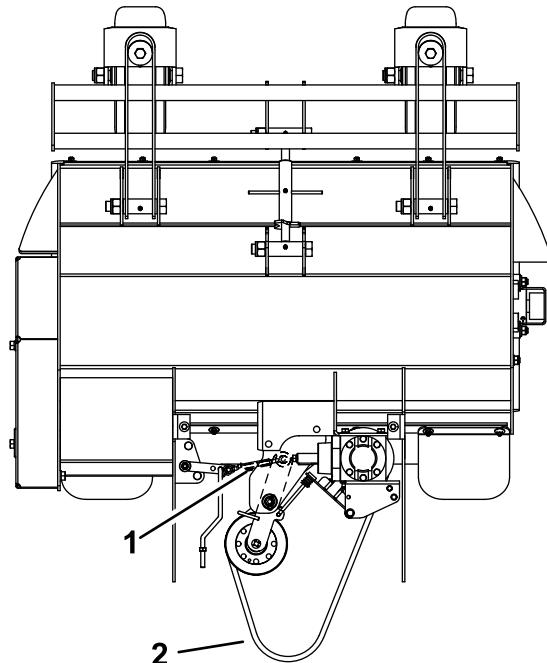

**Figure 5**
3. Vissez la tige de la tringlerie d'engagement de PDF dans la chape du levier coudé du groupe moteur, puis accouplez l'autre extrémité au bras d'assistance et fixez-la à l'aide de la gouille fendue (Figure 5).